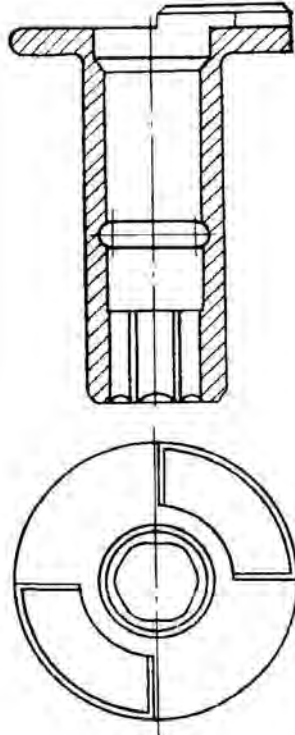

Рис. 24. Патрон для откачки:
**Патрон для откачки** (рис. 24) передает крутящий момент от шпинделя бурового станка на вал-шестерню насосной колонки. Шестигранным отверстием патрон надевается на хвостовик вал-шестерни насосной колонки, а верхней частью соединяется с патроном для шнеков и фиксируется шариковым замком.